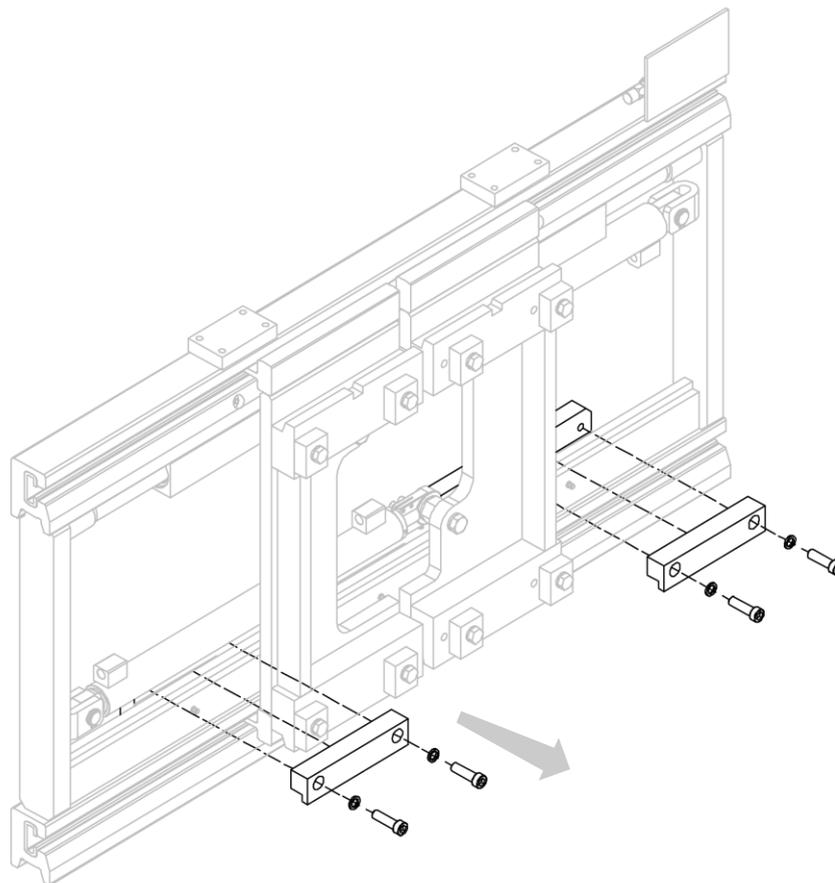

Figura 4
4. Rimuovere i ganci inferiori che vincolano la struttura anteriore a quella posteriore (vedi *Figura 4*).